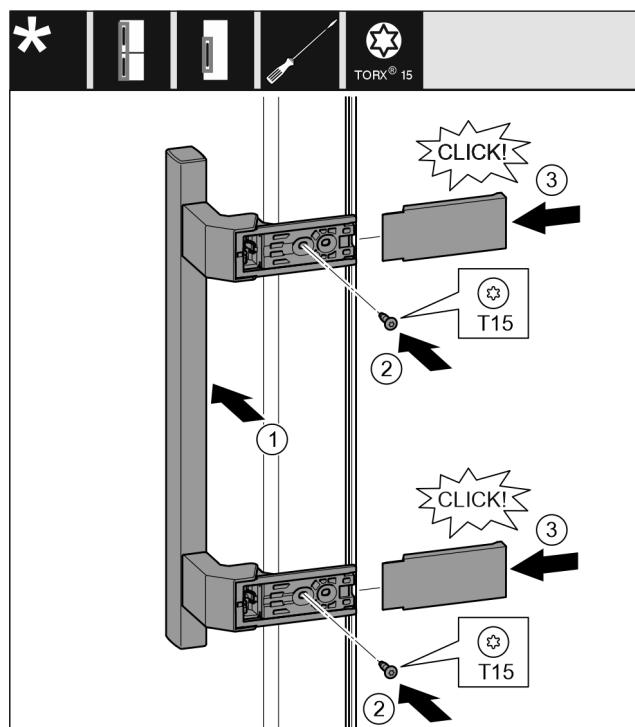

Fig. 18
- Ročaj namestite na nasprotno stran. Fig. 18 (1)
- Trdno privijte vijke z izvijačem T15. Fig. 18 (2)
- Pokrove pristavite ob strani in potisnite gor. Fig. 18 (3)